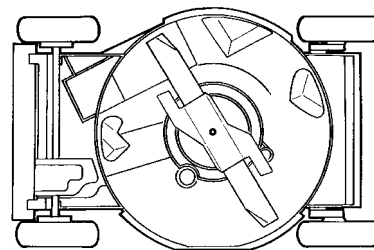

Figure 23
4. Basculez la tondeuse sur le côté gauche (filtre à air vers le haut) (Fig. 23).